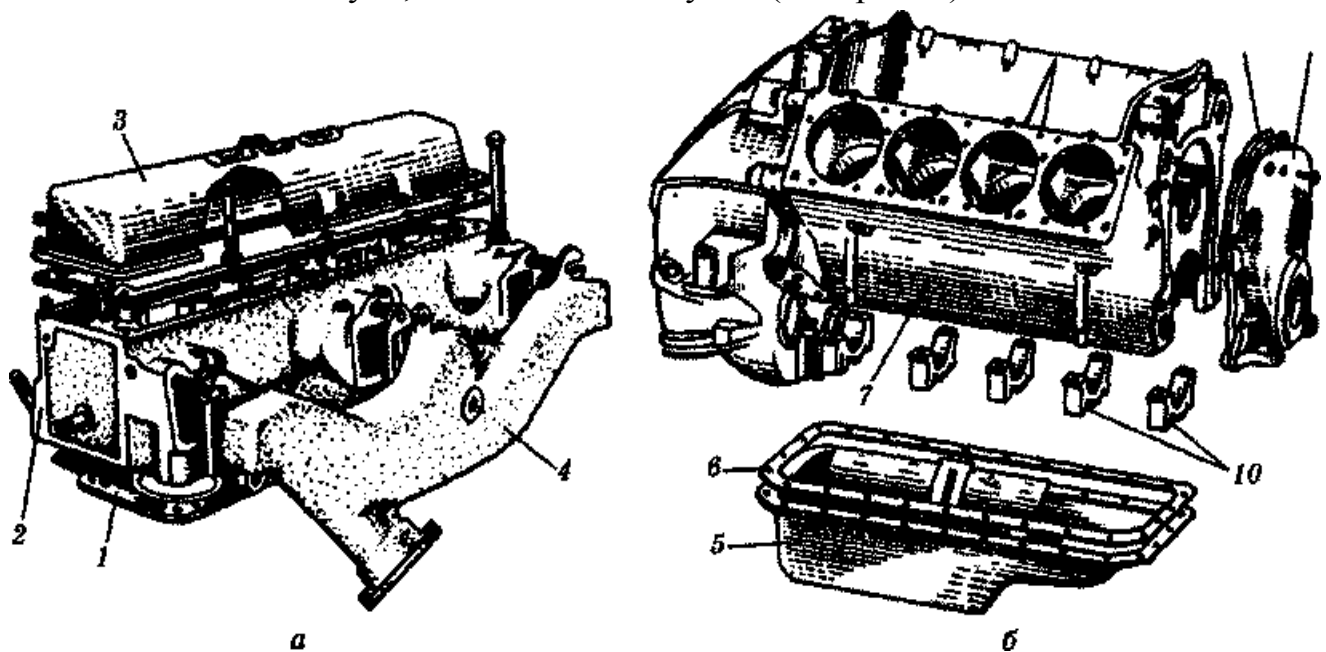

Рис. 1. Схема остова двигуна ЗИЛ-130 (ЗИЛ-508.10):
- 2.1. Розгляньте та вивчіть будову остова двигуна (рис. 1).
- 4.2. Вивчіть будову гільзи циліндра, розгляньте позначки на ній, розміщення ущільнювальних кілець, водяну сорочку блока, прокладку головки циліндрів (див. рис. 1).